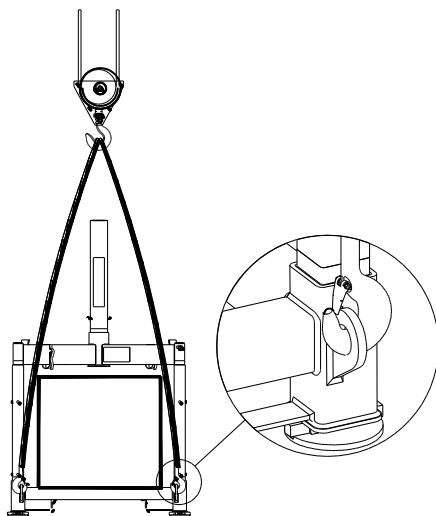

Рис. 32. Подъем установки в сборе для перемещения (при использовании крана).
4. Перед подъемом системы необходимо снять устройство SkyReach, как показано на рис. 32. Используйте 4 стропы/цепи грузоподъемностью не менее 2000 кг каждая. Во избежание перекоса системы при подъеме все стропы/цепи должны быть одинаковой длины. Каждая стропа/цепь должна быть соединена с одной подъемной проушиной, как показано на рис. 32.